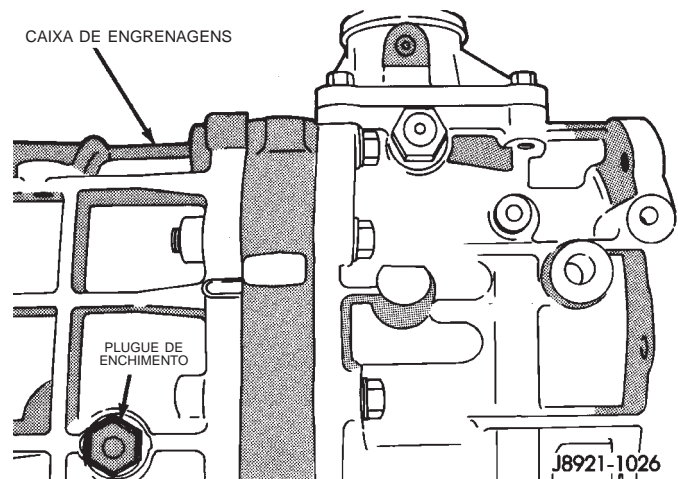

Fig. 12 Localização do Plugue de Enchimento
17. Encha a transmissão com o fluido apropriado (Fig. 12).